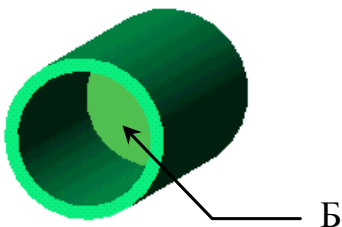

Рис. 2.6
10. Переименовать созданный элемент в дереве конструирования. Присвоить название «Глухое отверстие» (рис. 2.6).